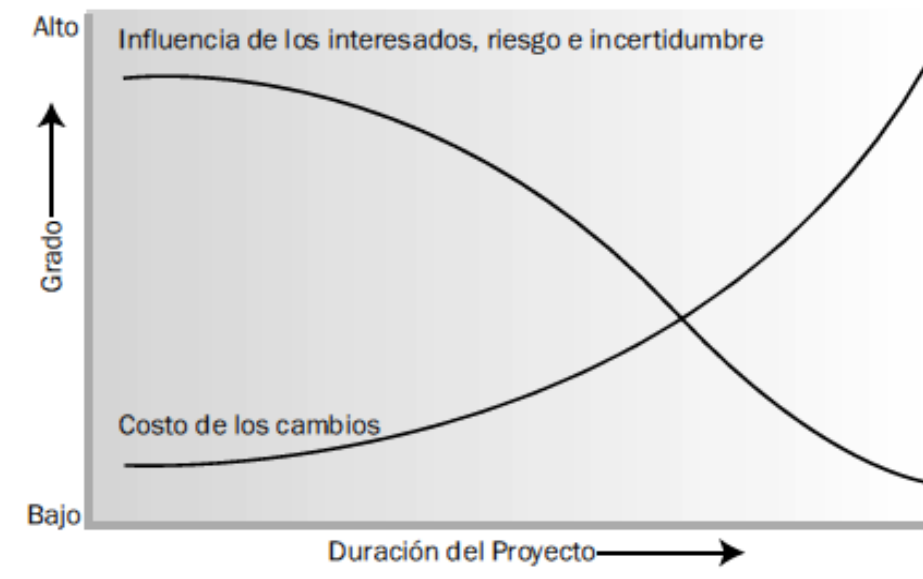

Figura 4. Impacto de las variables en función del tiempo del proyecto (Project Management Institute, Inc.: 2013)
- La capacidad de influir en las características finales del producto del proyecto, sin afectar significativamente el costo, es más alta al inicio del proyecto y va disminuyendo a medida que avanza hacia su conclusión. La Figura 4 ilustra la idea de que el costo de efectuar cambios y de corregir errores suele aumentar sustancialmente según el proyecto se acerca a su fin.